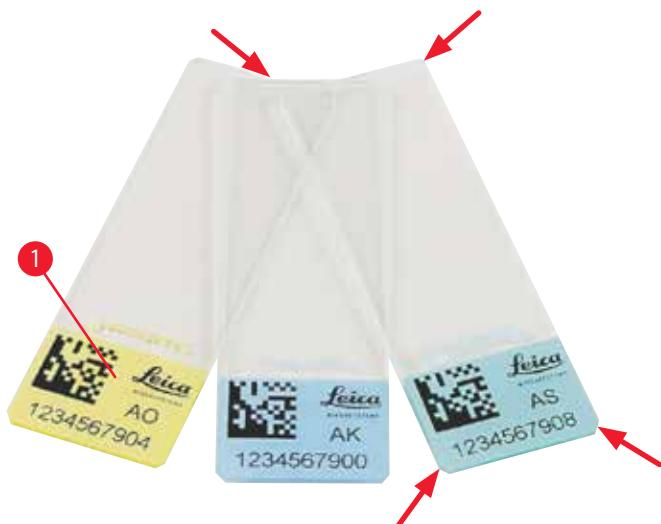

图 4
只有带彩色打印边缘 (→ "图 4-1") 的标准样品载玻片才能在 Leica IP S (→ "图 4") 中打印。
- 为减少玻璃残渣量和出现机械故障的危险，只能使用剪切角载玻片(每个角的角度都为 45°, (→ "图 4"))。